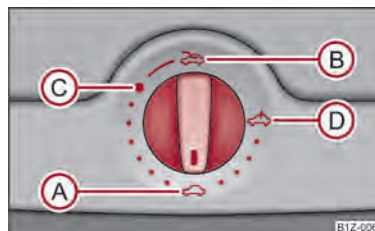

Fig. 22 Découpage dans le revêtement de pavillon : Bouton rotatif pour le toit ouvrant/relevable électrique
Le toit ouvrant/relevable électrique est commandé au moyen du bouton rotatif ⇒ fig. 22 et fonctionne uniquement si le contact est mis. Le bouton rotatif possède plusieurs positions.
- Faites tourner le bouton sur la position **(C)** ⇒ fig. 22.
- Faites tourner le bouton sur la position **(A)** ⇒ fig. 22.
Le toit ouvrant/relevable est équipé d'un dispositif de limitation de pression. Le toit ouvrant/relevable s'arrête et s'ouvre complètement si un obstacle (de la glace par ex.) empêche sa fermeture. Vous pouvez fermer complètement le toit ouvrant/relevable sans dispositif de limitation de pression si vous appuyez sur l'avant du contacteur en position **(A)** ⇒ fig. 22 jusqu'à ce que celui-ci soit complètement fermé ⇒ .
Après chaque actionnement de secours (avec une clé mâle coudée pour vis à six pans creux), le toit ouvrant/relevable doit être remis sur sa position initiale. Vous devez donc mettre le bouton rotatif sur la position (A) ⇒ fig. 22 et le pousser vers l'avant pendant 10 secondes environ. ■